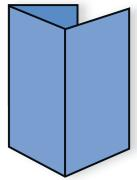

Abb. 1: Wickelfalz
- Gefalte Directs müssen gemäss Abb. 1 bis 4 verarbeitet sein.